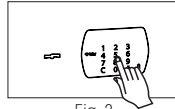

Fig. 2
- 1 Marcar os números da combinação (Fig. 2). Ao sair da fábrica, os cofres têm a combinação 1 2 3 4 5 6. Ao digitar cada dígito ouvirá um "beep" e acenderá a luz vermelha. No caso de não marcar nenhuma tecla durante 7 segundos, o sistema fica desactivado; neste caso, volte ao início.
- 3 Digitar a tecla "# Reset" (Fig. 2). Acenderá a luz vermelha, e ouvirá o entoar de programação.
- 2 Digitar a tecla "#/Reset" (Fig. 2); acenderá a luz vermelha, e soará o tom de programación.
- 5 Digite a tecla "#/Reset" (Fig. 2); acenderá a luz vermelha, e soará 2 sons breves.